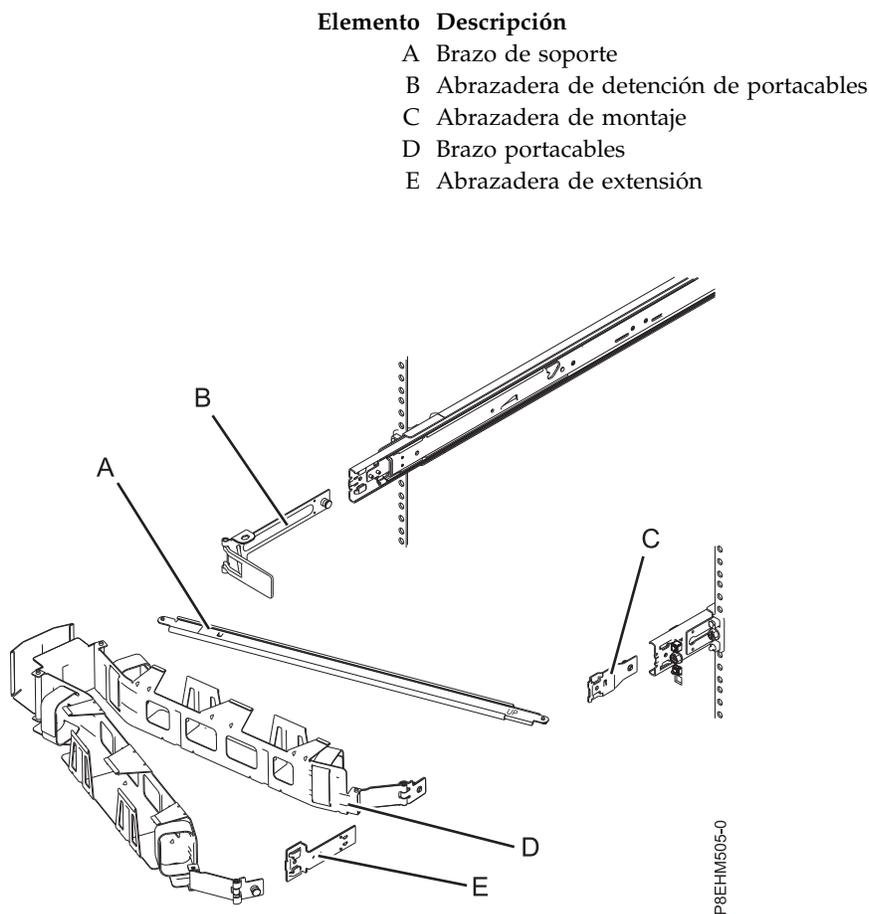

Figura 9. Posiciones relativas de las partes del brazo portacables antes del ensamblaje
1. Asegúrese de que tiene las piezas siguientes. Consulte Figura 9.